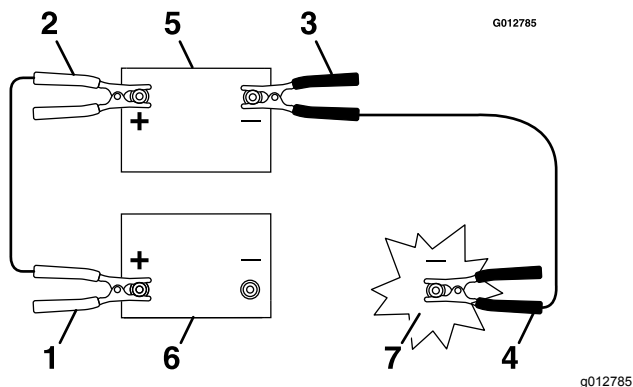

图49
3. 将正极 + 接线连接至缺电电池的正极 + 端子而缺电电池与启动马达或螺线管相连如 图49 中所示。